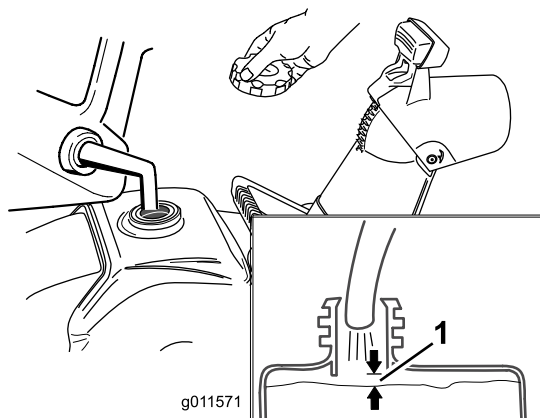

Bild 12
Füllen Sie den Kraftstofftank mit frischem, bleifreiem Normalbenzin (ca 87 Oktan) von einer angesehenen Tankstelle (Bild 12).
1. Stellen Sie sicher, dass der Kraftstofftank nicht zu sehr gefüllt ist (siehe Bild 12), und dass der Tankdeckel fest aufgeschraubt ist.